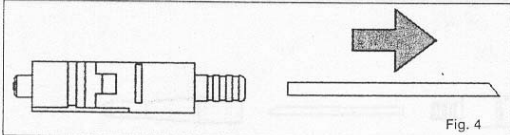

Fig. 4
6. Extraer el tubo de teflón del cuerpo del conector (fig.4).